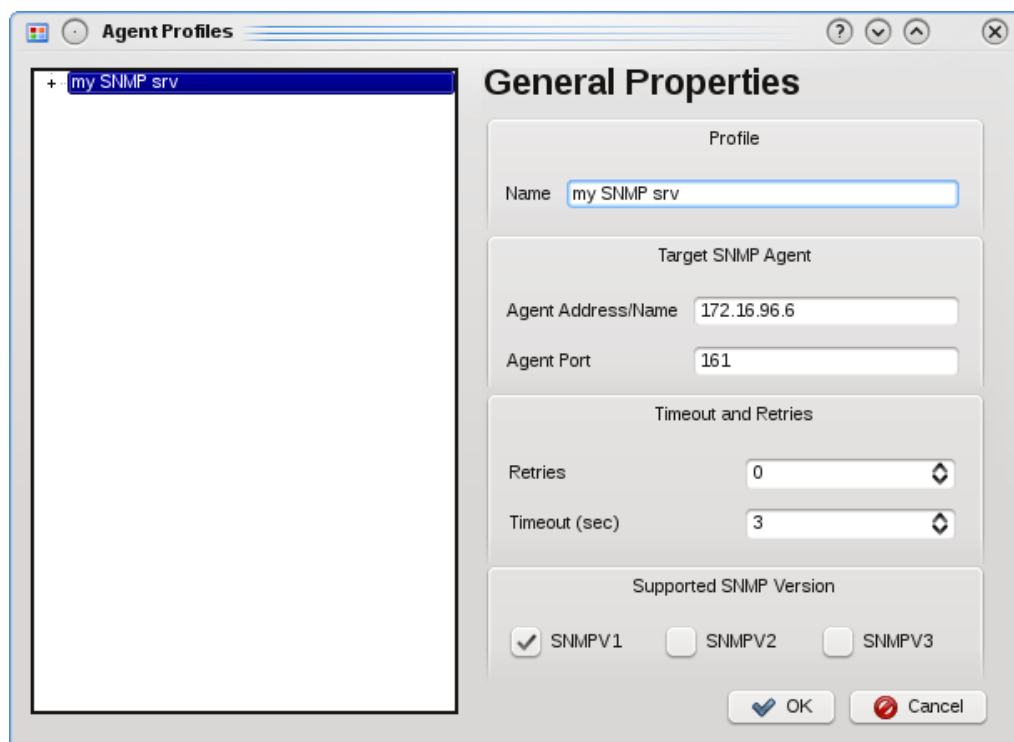

Рисунок 22 – Добавление сервера SNMP в SnmprB
6. Указать настройки соединения с сервером. В меню выбрать «Options» - «Manage Agent Profiles». В появившемся окне на поле слева щелкнуть правой кнопкой мыши и выбрать «New agent profile». Далее, как показано на рисунке 22, указать имя станции (произвольное), IP-адрес станции, номер порта - 161; поля «Timeout» и «Retries» можно оставить по умолчанию. В разделе «Supported SNMP Version» установить флажок «SNMPV1» (рисунок 22), остальные флажки необходимо снять.